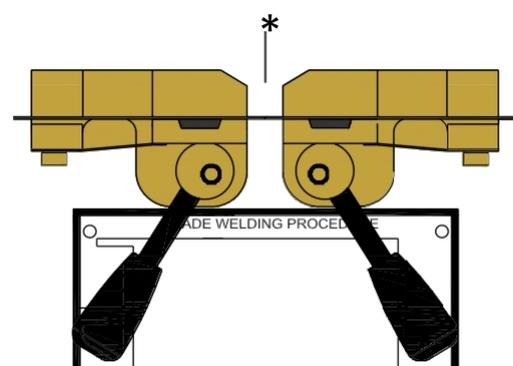

figure 19
4. Après avoir équerré les extrémités de la lame, insérez chaque moitié jusqu'à ce qu'elle soit centrée entre les pinces (fig. 19).